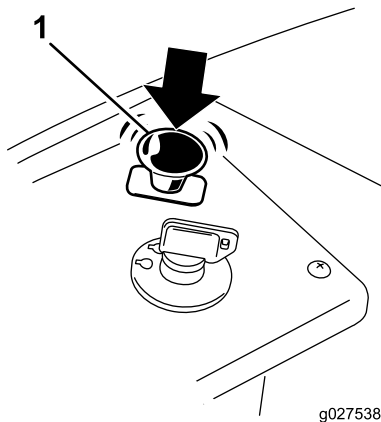

Figure 13
1. Désengagez les lames en plaçant la commande des lames en position Désengagée (Figure 13).